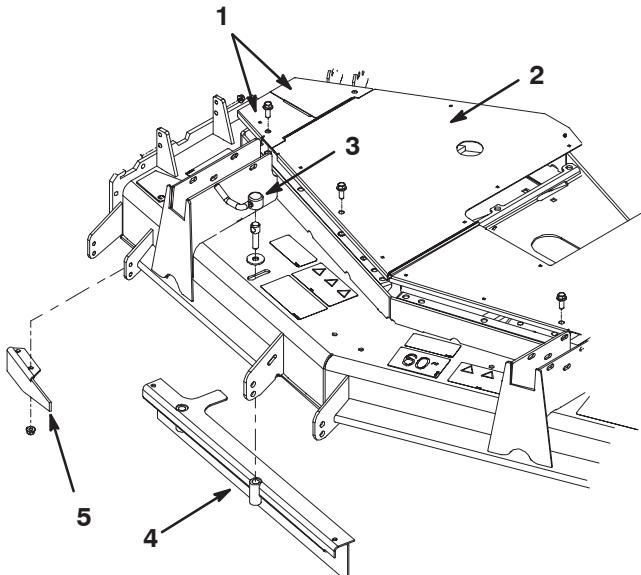

Bild 4
3. Nehmen Sie die zwei Mähwerkabdeckungen rechts und die mittlere Mähwerkabdeckung oben am Mähwerk ab (Bild 4).
4. Nehmen Sie die Haltenocke, die Scheibe, Mutter und Schraube ab, mit denen das einstellbare Flussablenklech am Mähwerk befestigt ist (Bild 4). Nehmen Sie das Ablenkblech und die Komponenten ab.
5. Entfernen Sie die Schrauben und Muttern, mit denen das Auswurfablenklech am Mähwerk befestigt ist (Bild 4). Nehmen Sie das Ablenkblech und die Komponenten ab.